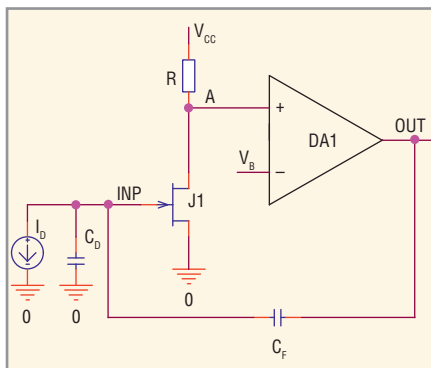

Рис. 3. Упрощённая схема малошумящего усилителя с дополнительным ОУ
1. Добавляют усилительный каскад (см. рис. 3). Однако при этом усложняется частотная коррекция, так как необходимо обеспечить большой разнос по частоте для трёх полюсов: дополнительного усилителя ( $DA1$  на рис. 3), высокоимпедансного узла ( $A$  на рис. 3) и входа  $INP$ , на частоту полюса которого влияет ёмкость p-n-перехода затвор-сток  $C_{GD}$ , усиленная в  $(1+K)$  раз благодаря эффекту Миллера, где  $K$  – коэффициент усиления входного напряжения на стоке  $J1$ .